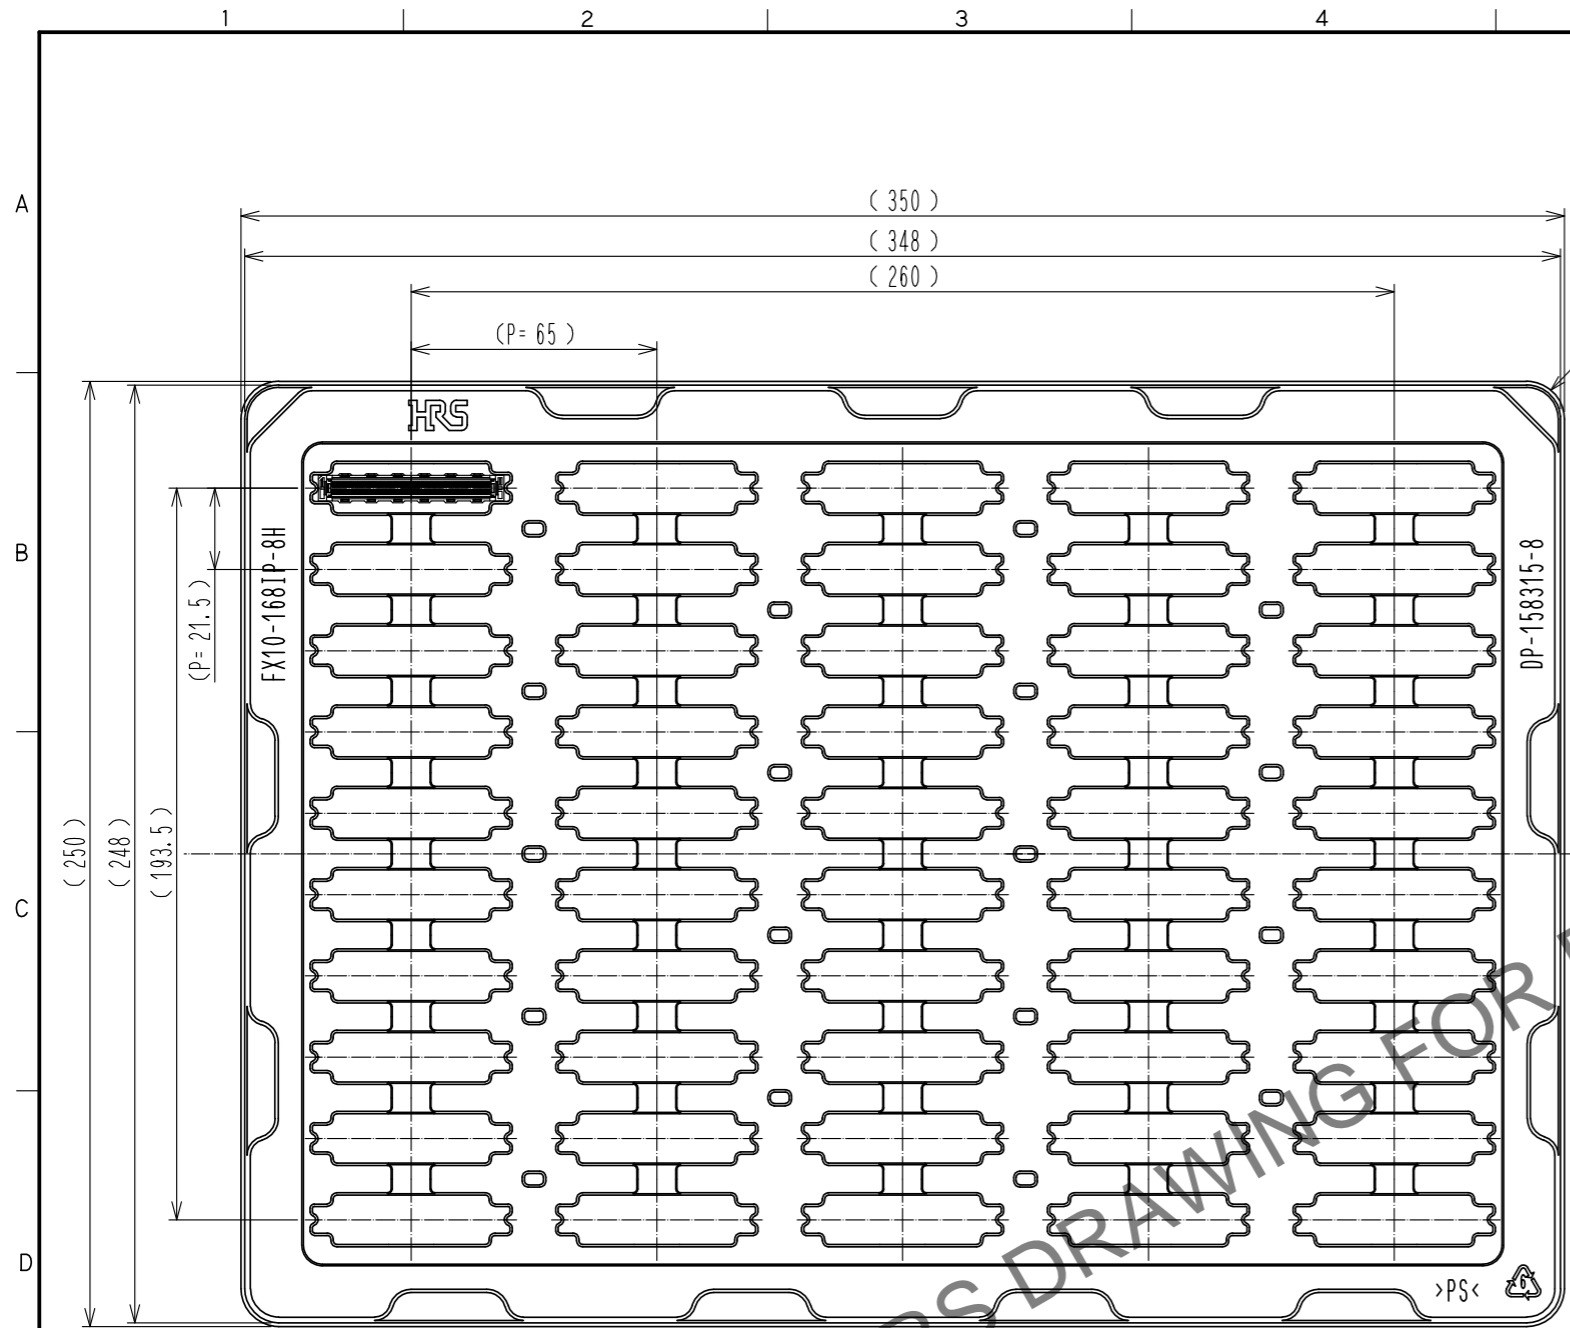

Fig. 3 梱包状態図 (1:2) ◀6
- ① ヘッダーコネクタは基板間高さで決まります(スタッキング高さ)。コネクタの組み合わせはTable 1を参照ください。
- ② インターポザーの固定側(ブラック)は、board αに実装されたヘッダーと嵌合します。挿抜側(グレー)は、board βに実装されたヘッダーと嵌合します。
- ③ プリント基板をサポートし、またSMTはんだ接合部を保護するためにスペーサーが必要となります。推奨スペーサー高さはTable 1を参照ください。
- ④ 信号ピンの構成はTable 2を参照ください。本製品はディファレンシャル用信号52ペア、シングルエンド用信号8ピンとグランド信号56ピンの構成となります。
- ⑤ ロットNo. は、図示の位置になります。
- ⑥ 本製品は1ソフトトレイに50個入りとなります。詳細はFig.3を参照ください。